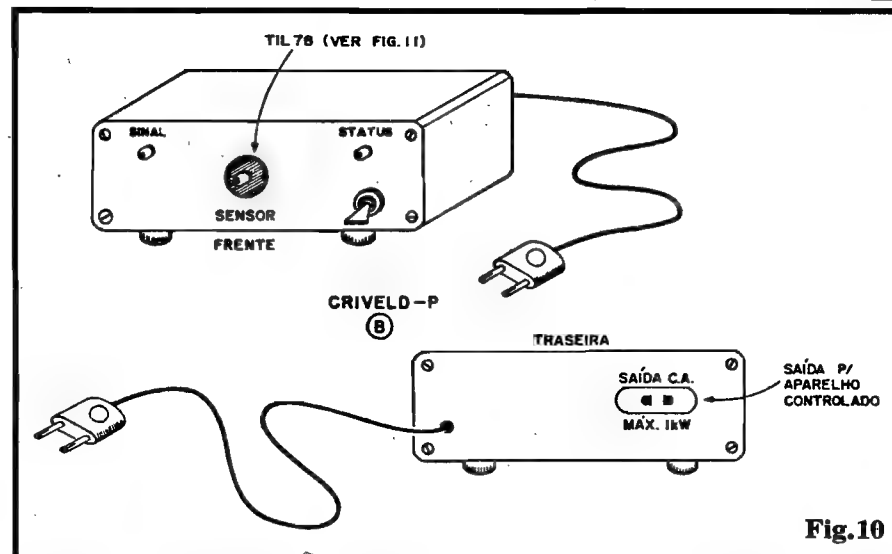

Fig.10
- FIG. 10 - ACABAMENTO DO RECEPTOR/MÓDULO DE POTÊNCIA - Obviamente "não portátil", dimensões não são críticas no módulo receptor do CRIVELD... Entretanto, em nome da estética e da praticidade, convém agasalhar o conjunto num caixa funcional, mais ou menos nos moldes sugeridos na figura... Na parte frontal do conjunto podem ficar os dois LEDs indicadores, devidamente identificados, o foto-sensor (embutido numa pequena reentrância e - eventualmente - dotado de um filtro - ver fig. 11) e o interruptor geral... Na traseira da caixa podem situar-se a tomada de Saída para a carga controlada e a passagem do "rabicho" de alimentação C.A. geral... Pés de